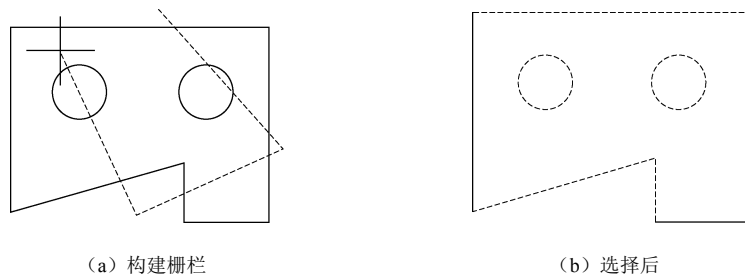

图 2-25 “栏选方式”选择对象
(4) 栏选方式。该方式通过绘制一条穿过被选对象的折线（称为栅栏）来选择对象，凡与该折线相交的对象均被选中，如图 2-25 所示。